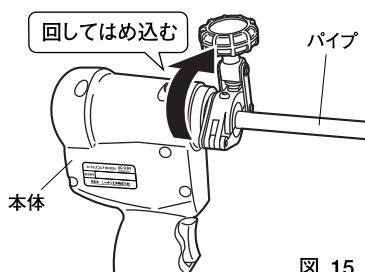

図 15
*本体の切り欠き位置(差込口)にクランプの突起部を合わせてセットし図中(図15)矢印の方に向に「カチッ」とはめ込んでください。